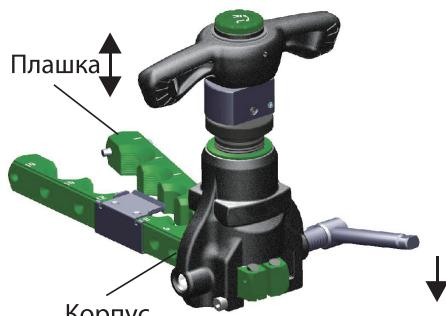

Рис. 12
10. Разъедините плашку с развалицовкой. (рис. 12).